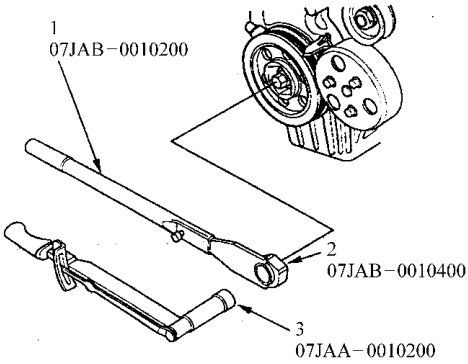

图 2-69 拆卸带轮固定螺栓
3) 如图 2-69 所示, 用扭力扳手手柄及带轮止动架附件将带轮固定好。